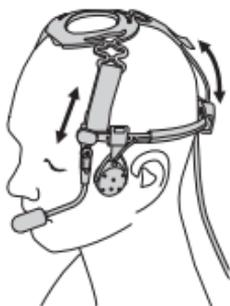

Figura 2: Usar o Transdutor de témpera de serviço pesado
1. Usar o Transdutor de témpera de serviço pesado conforme mostrado em Figura 2.